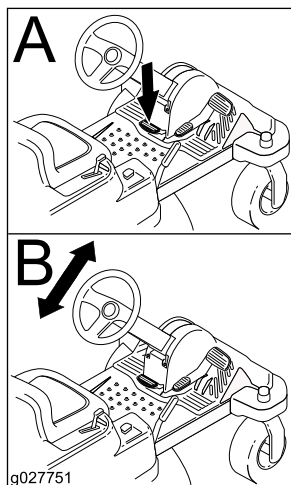

Figura 12
2. Mueva el volante a la posición deseada (Figura 12).